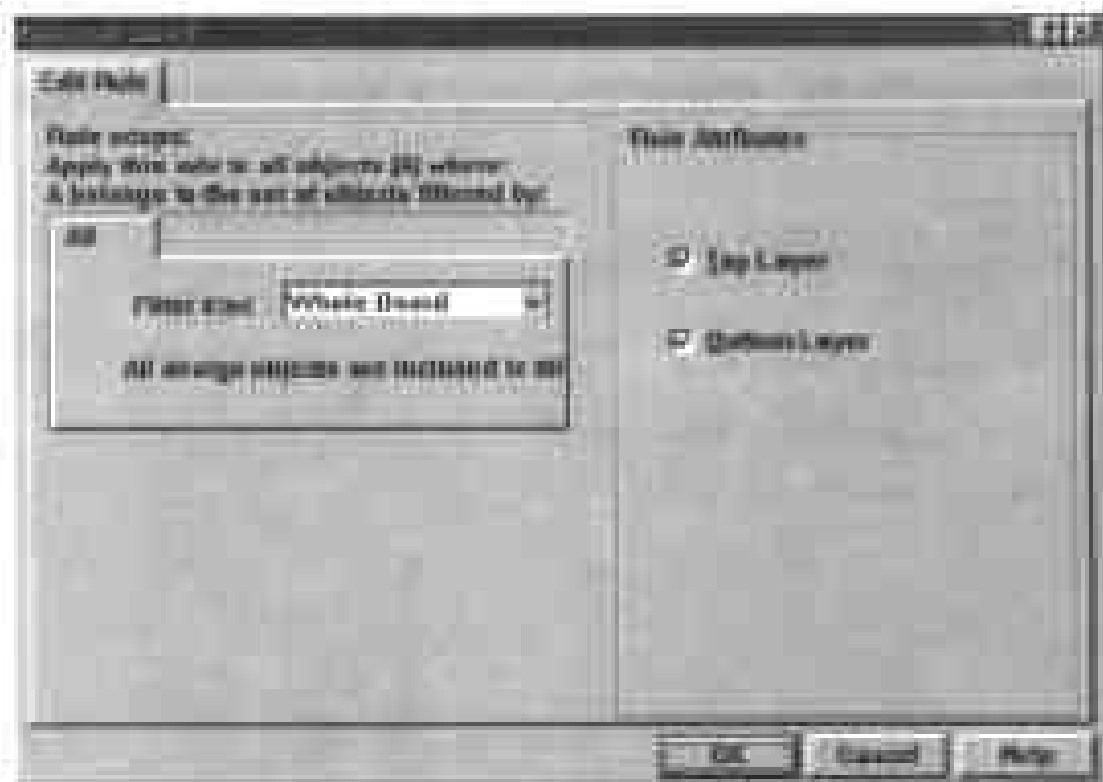

图 9-42 设置放置元件的板层的对话框
(1) 选择 Design > Rules, 在弹出的 Design Rules 对话框中单击 Placement 标签, 然后在对话框的 Rule Classes 列表框中单击 Permitted Layer Rule, 此时对话框下部方框中包括 Scope 和 Permitted Layers 两个栏目。
(2) 在对话框下部单击 Add 命令按钮,弹出如图 9-42 所示的对话框,供用户设置放置元件的板层。